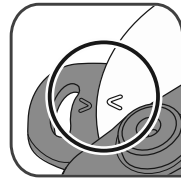
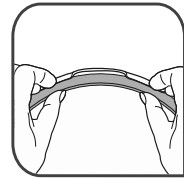

fig. 2
fig. 9
- Coloque la tapa sobre la olla (use guantes si es necesario) alineando las marcas de posicionamiento de la tapa **F(a)** y **F(b)** - Fig. 2.
- Confirme que el empaque está correctamente colocado - Fig.9 - 10 y que la tapa está bien puesta - Fig. 2.